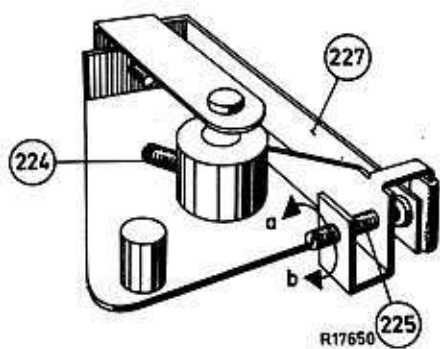

Fig.22
2. Lorsque la plateau marche trop rapidement la vis 225 doit être tournée vers la gauche. Direction a de la flèche dans la fig.22. Dans le cas contraire où le plateau marche trop lentement la vis 225 doit être tournée vers la droite donc suivant la direction b de la flèche dans la fig. 22.